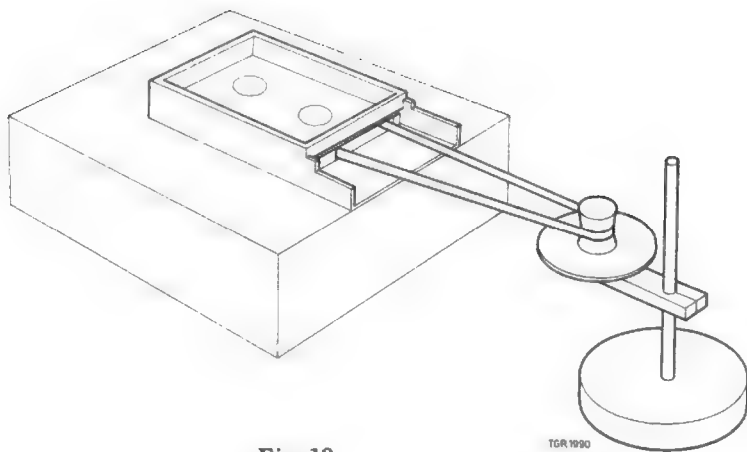

Fig. 12
### Controle van de bandsnelheid 2, zie fig. 12
- Stel rechts van het apparaat een stroboscoop op de juiste hoogte in (codenummer 4822 395 90001 voor 50 Hz en 4822 395 90002 voor 60 Hz) en leidt hier de band langs (zie fig. 12).